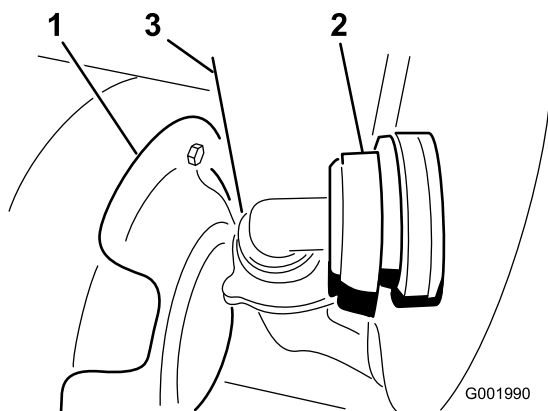

Figura 54
3. Desconecte la manguera situada en la cara delantera inferior del depósito (Figura 54).
Nota: Es posible que usted tenga que empujar hacia atrás el protector térmico (Figura 54) mientras retira la cubierta.
7. Conecte la manguera a la parte delantera del depósito (Figura 54).